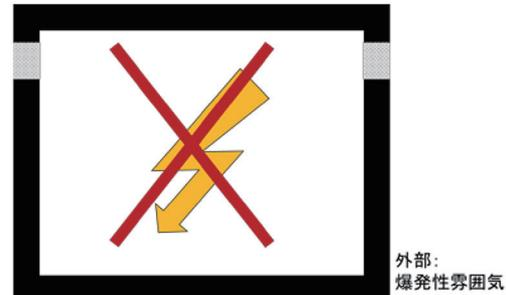

図4 安全増防爆構造式図
- 4) 安全増防爆構造 (protection by increased safety、記号：e、図4) は、通常の動作・運転中には、電気火花、高温部を発生せず、可燃性物質の着火源になるおそれのないように電気回路を工夫し、安全性を高めた構造である。電気機器が正常に運